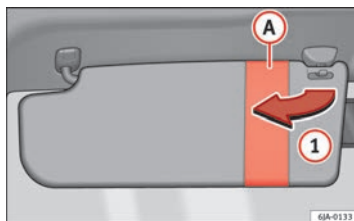
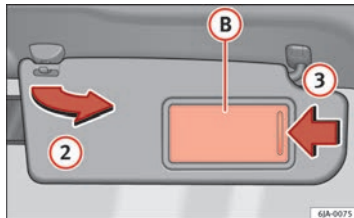

Abb. 63 Sonnenblende für den Fahrer
Abb. 64 Sonnenblende für den Beifahrer
Die Sonnenblenden für den Fahrer und Beifahrer können aus der Halterung in der Fahrzeugmitte herausgezogen und in Pfeilrichtung ① ⇒ Abb. 63 bzw. ② ⇒ Abb. 64 zu den Türen geschwenkt werden.
Die Sonnenblende für den Beifahrer ist mit einem Make-Up-Spiegel ② mit Abdeckung ausgestattet. Schieben Sie die Abdeckung zum Öffnen in Pfeilrichtung ③ ⇒ Abb. 64.